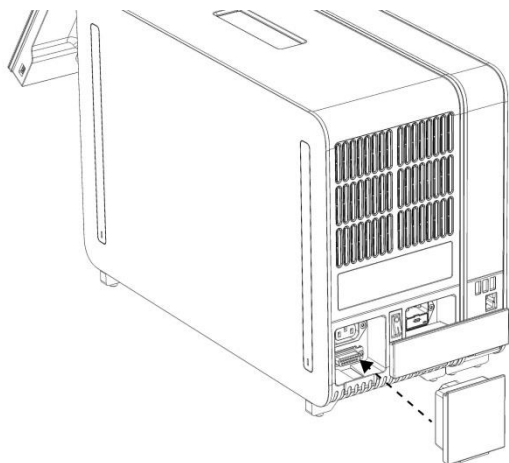

Figura 6. Ligação da ponte de terminação.
6. Ligue a ponte de terminação na parte traseira do módulo analítico (Figura 6).